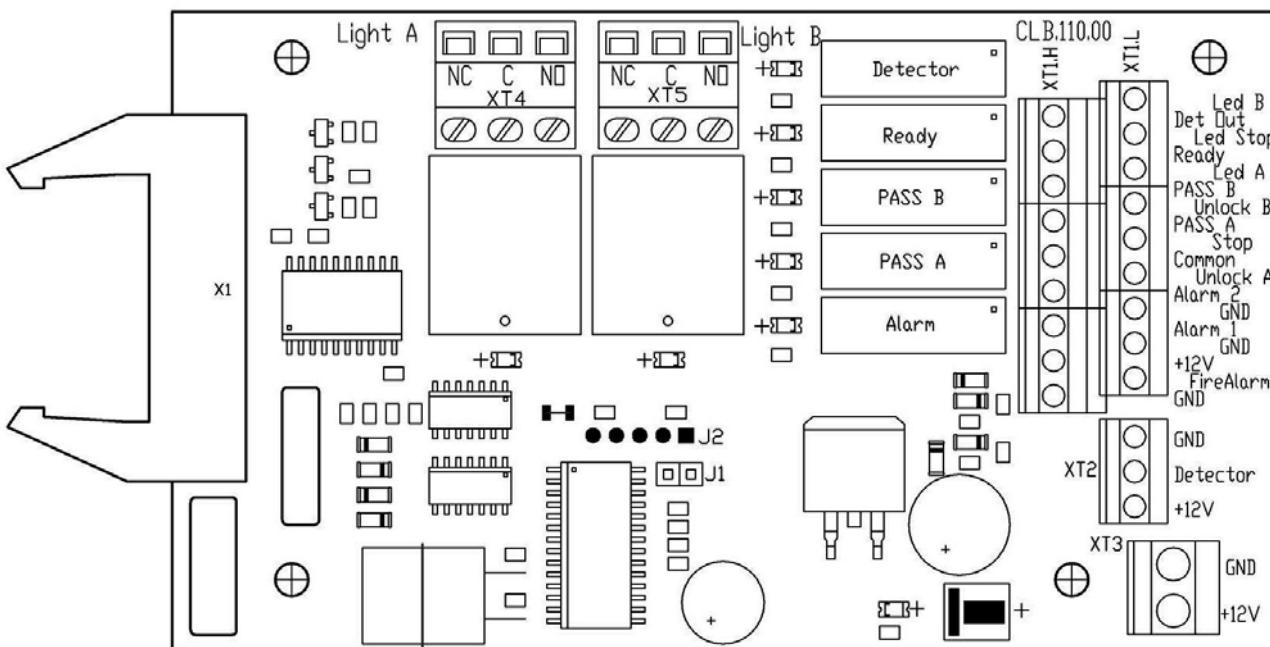

Рисунок 3 Внешний вид платы CLB
6.2.4 Пульт управления выполнен в виде небольшого настольного прибора в корпусе из ударопрочного АБС пластика и предназначен для задания и индикации режимов работы при ручном управлении турникетом. Пульт управления подключается к плате CLB гибким многожильным кабелем (14) через клеммную колодку "XT1.L" (см. рисунок 3).
На лицевой панели пульта управления расположены три кнопки для задания режимов работы турникета. Над кнопками расположены индикаторы. Средняя кнопка **STOP** (далее – кнопка **Запрет прохода**) предназначена для переключения турникета в режим «**Запрет прохода**». Левая и правая кнопки (далее – кнопки **Разрешение прохода**) предназначены для разблокировки турникета в выбранном направлении. Изменить ориентацию пульта управления относительно установки стойки турникета (если на месте установки стойка обращена к оператору не лицевой, а тыльной стороной) можно, поменяв местами провода от пульта управления, подключаемые на контакты *Unlock A* и *Unlock B* а также *Led A* и *Led B* соответственно (рисунок 3 и рисунок А.1 Приложения А).
6.2.5 На плате CLB (см. рисунок 3) расположены:
6.4.3 Реле *PASS A* (контакты *PASS A* и *Common*), *PASS B* (контакты *PASS B* и *Common*), *Ready* (контакты *Ready* и *Common*), *Detector* (контакты *Det Out* и *Common*) и *Alarm* (контакты *Alarm 1* и *Alarm 2*) имеют нормально-разомкнутые контакты. При этом общий для этих реле контакт *Common* не соединен с минусом источника питания турникета. В исходном (неактивном) состоянии при включенном питании контакты реле *PASS A*, *PASS B*, *Ready* и *Detector* замкнуты (на обмотку реле подано напряжение), а контакты реле *Alarm* разомкнуты (напряжение на обмотку реле не подано). Факт срабатывания/отпускания реле *PASS A*, *PASS B*, *Ready*, *Detector* и *Alarm* можно определить по загоранию/гашению красных индикаторов, которые установлены вблизи указанных реле (см. рисунок 3).
6.9.2 Подключение датчика контроля зоны прохода производится к клеммной колодке *XT2*, а sireны – к клеммной колодке *XT1.H* платы CLB согласно схеме электрических соединений см. рисунок А.1 Приложения А и рисунок 3). Датчик контроля зоны прохода должен иметь нормально-замкнутые контакты.
На контакты *Det Out* и *Common* клеммной колодки *XT1.H* платы CLB (см. рисунок 3) всегда транслируется сигнал о текущем состоянии датчика контроля зоны прохода.
6.9.3 Подключение устройства, подающего команду аварийной разблокировки, производится к клеммной колодке *XT1.L* платы CLB согласно схеме электрических соединений (см. рисунок А.1 Приложения А и рисунок 3). Если вход *Fire Alarm* не используется, то необходимо установить перемычку между контактами *Fire Alarm* и *GND*. При поставке данная перемычка установлена.